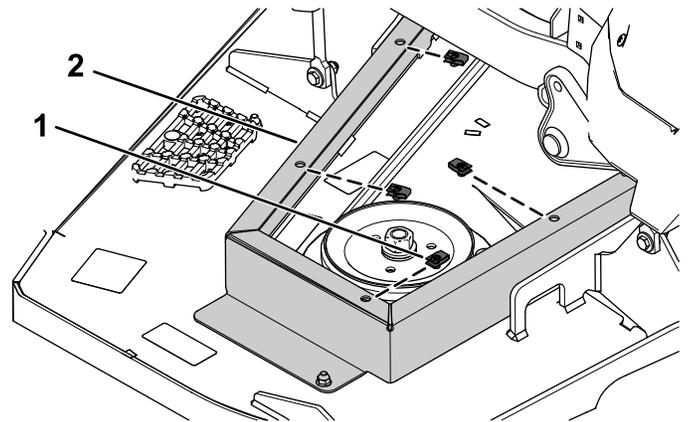

Bild 8
3. Bringen Sie vier Clips an der linken Riemenscheibenabdeckung an (Bild 8).